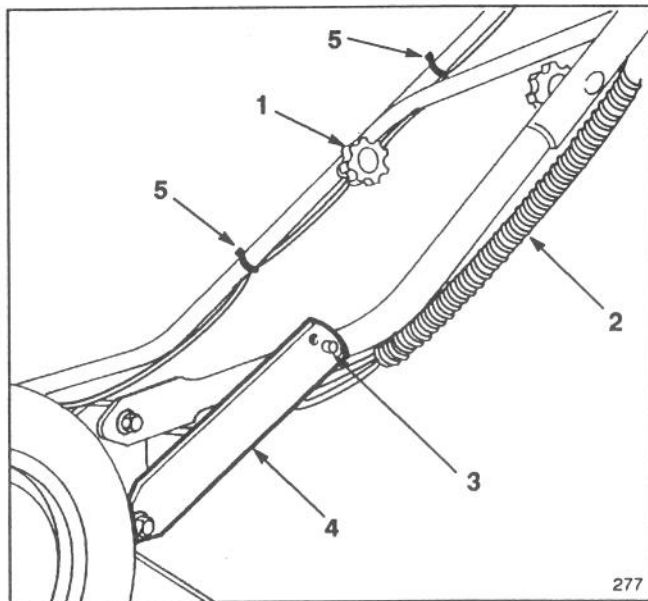

Figure 1
1. Aligner les deux tubes de la partie supérieure du mancheron à la même hauteur et serrer les boutons (Fig. 1). Plier légèrement les pattes de verrouillage l'une vers l'autre (Fig. 1).
2. Tirer le mancheron vers l'arrière jusqu'à ce que le goujon s'encliquette dans le trou central de la patte de verrouillage (Fig. 1). La hauteur du mancheron peut être réglée en plaçant le goujon dans l'un des autres trous. Acheminer et fixer les câbles de commande en place au moyen des serre-câbles.